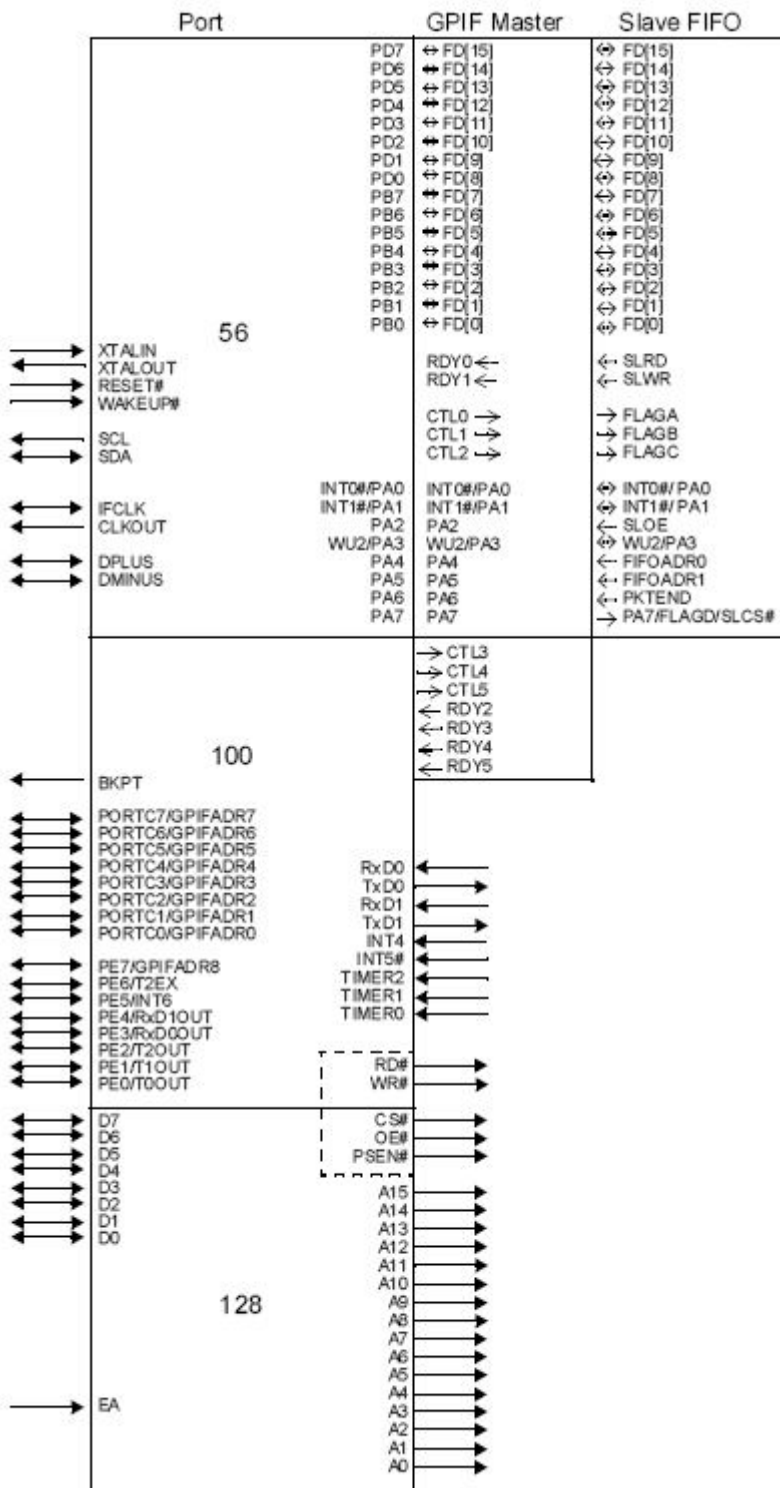

图 2.3 68013 功能引脚
引脚功能见图 2.3，图中 128 引脚封装 68013 包括所有功能引脚，56 引脚封装和 100 引脚封装只有其中的部分引脚。
- PE0~PE7 端口 E，复用引脚，PE7 与 GPIF 主模式地址 GPIFADR8 引脚复用，端口 E 其他引脚复用可见图 2.3